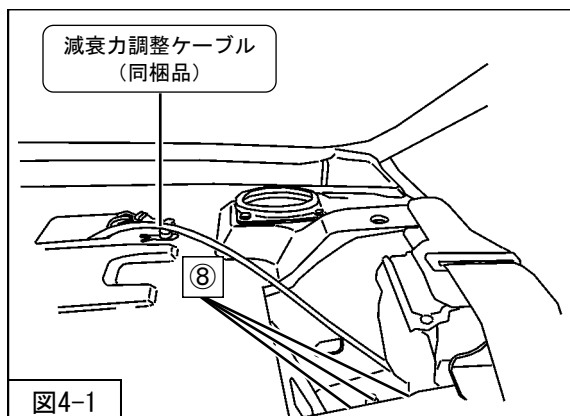

図4-1
を車両に取付けてください。(図4-1)
2. P14「減衰力調整方法」を参考に、減衰力調整ケーブル（同梱品）をリアサスペンションASSYに取付けてください。(図4-1)
3. ⑦リアサスペンションASSYロア取付ボルト